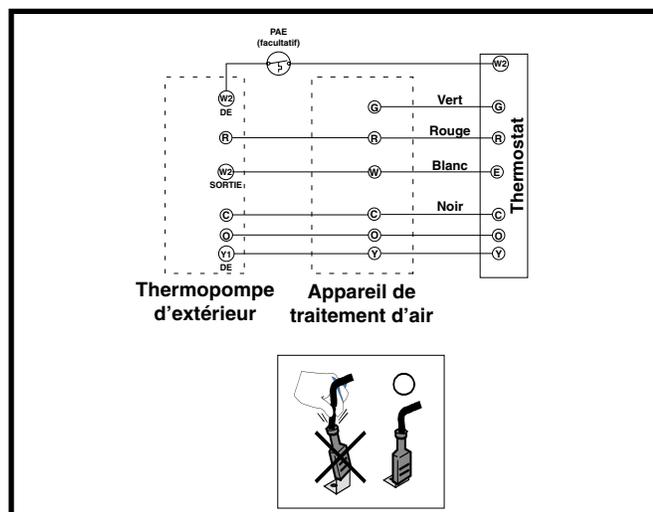

Figure 2. Raccordements de thermostat typiques
- Les branchements du thermostat doivent être effectués conformément aux directives qui accompagnent le thermostat et l'appareil intérieur. Une installation résidentielle typique avec thermostat de thermopompe et appareil de traitement d'air est montrée à la Figure 2.